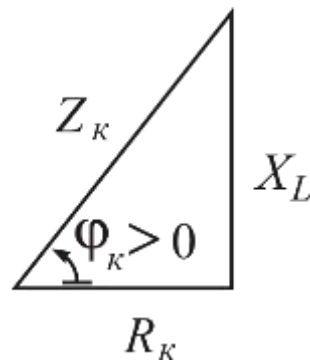

Рис. 2.2
Модуль полного сопротивления катушки Z_k определяется по треугольнику сопротивлений индуктивного элемента, приведенному на рис. 2.2:
2. Для электрической цепи, схема которой показана на рис. 2.2, постройте качественно: